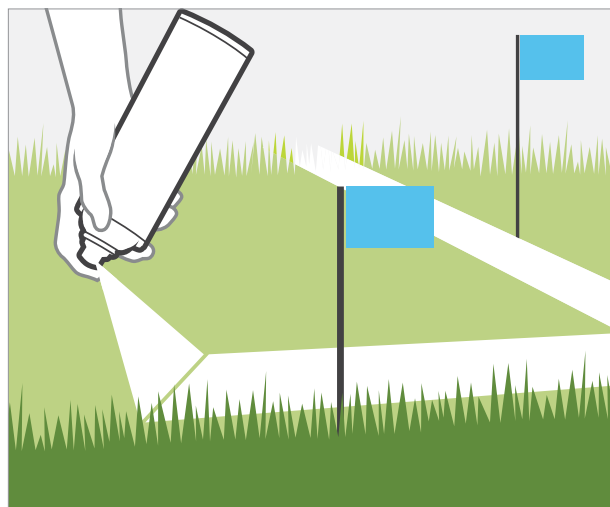

Рисунок 1
1. С помощью аэрозольной краски для маркировки и маркировочных флажков обозначьте линии труб от ТС к местам расположения клапанных коробок. Разметьте схему ирригационной системы. *Рис. 1.*